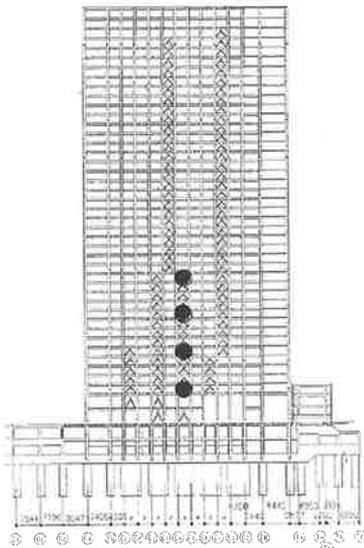
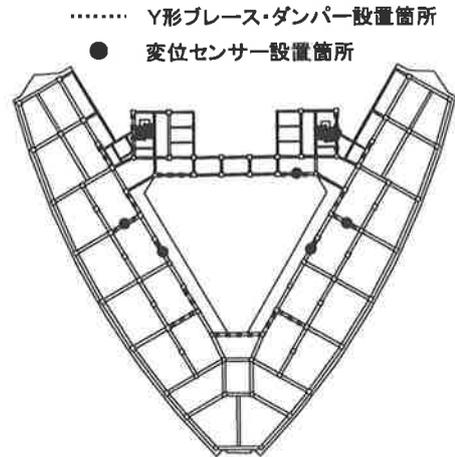

図4-1 ダンパー配置
図4-2 平面配置
Y形ブレースダンパーの配置を図4-1に示す。ダンパーは1階から41階まで設置されている。図4-2には、15階におけるダンパーの平面配置を示す。建物の形状に合わせ6方向にダンパーが配置され、あらゆる方向からの振動に対して、有効にダンピング効果を発揮できるようにしている。また、写真4-3に示すように3階から27階まで3階毎に総個数36個の累積塑性変形記憶型センサーが配置され、ダンパーの状態がモニタリングできるようになっている。履歴型ダンパーは塑性変形の累積値に限界があるため、センサーにより計測し、損傷度（終局状態に到るまでの余裕度）が判るようになっている。このセンサーは、今回新たに開発されたもので、従来の累積疲労センサーや累積変位計と比較して以下の特徴がある。①累積変形量を機械的に記憶させる。②累積変形量は電気抵抗値に変換される。③不感帯を設けることにより弾性変形をカウントしない。